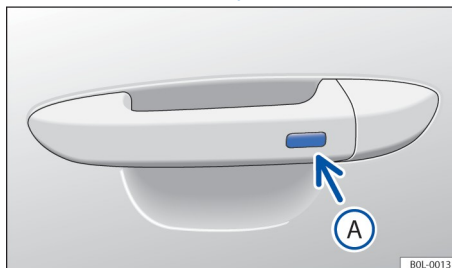

Рисунок 40. Дверная ручка: функциональная кнопка доступа без ключа
- Нажмите функциональную кнопку на ручке двери → Рисунок 40 .
- Кроме того, можно нажать функциональную кнопку на ручке двери водителя в течение пяти секунд. → Рисунок 40 .